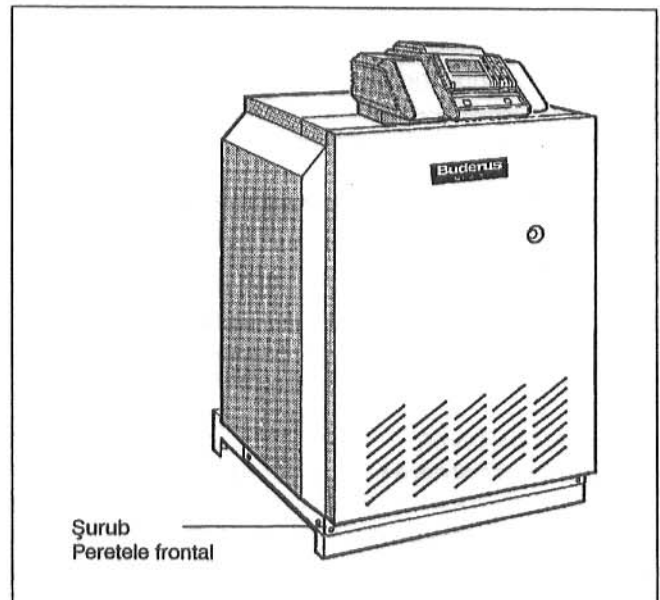

Fig. 27: G234 X, gata montat
- Peretele frontal se fixează sus iar jos se înșurubează cu șuruburile de siguranță (Fig. 27).